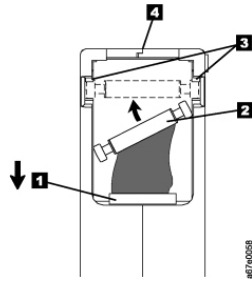

Figura 35. Colocación del eje de guía desencajado en su posición correcta. La puerta abierta del cartucho muestra el eje de guía.
1. Deslice la puerta del cartucho (**1** en la Figura 35 en la página 144) y localice el eje de guía (**2**). Es posible que tenga que agitar suavemente el cartucho para atraerlo hacia la puerta.